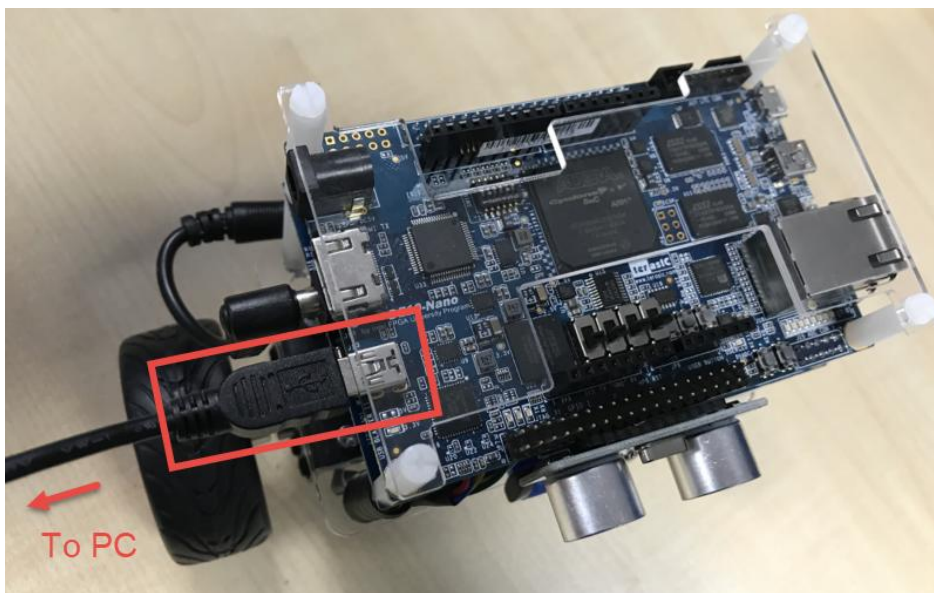

图 7-4 通过 Mini USB 线连接 PC 与平衡车
- 如图 7-4 所示, 将 Mini USB 线连接平衡车的 USB Blaster II 接口与 PC。